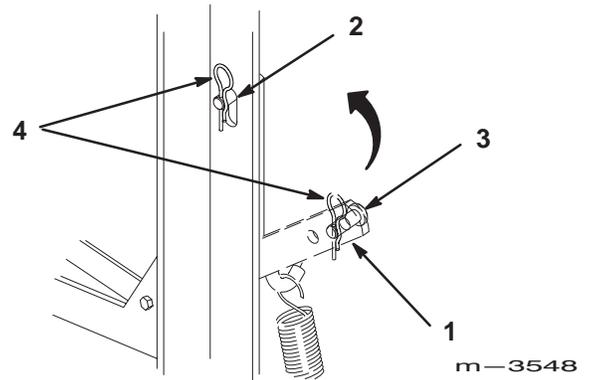

Figure 40
2. Retirez la goupille fendue et l'axe de chape du bras de renvoi (Fig. 40).
3. Tirez sur le bras de tension rappelé par ressort, situé à gauche derrière la soufflante, pour détendre la courroie de soufflante (Fig. 40).